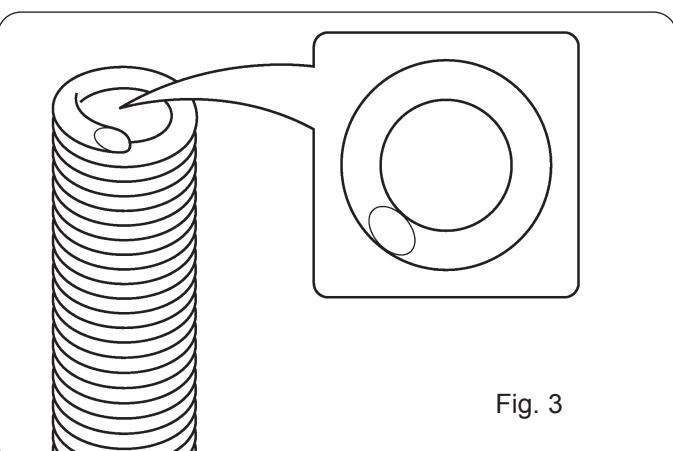

Fig. 3
- Extraer la vaina, cortar la parte final según la medida anteriormente tomada (ver fig. 2). El corte se deberá realizar con una herramienta muy afilada, para evitar baba que obstruyan el paso del hilo (ver fig. 3).